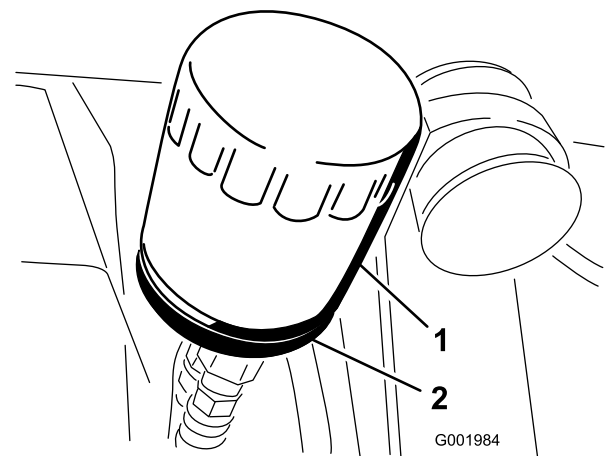

Bild 52
2. Entfernen Sie den Ölfilter (Bild 52).
5. Setzen Sie den Ersatzölfilter auf den Anbaustutzen auf. Drehen Sie den Ölfilter nach rechts, bis die Gummidichtung den Anbaustutzen berührt. Ziehen Sie ihn dann um eine weitere 1/2 Umdrehung fester (Bild 52).